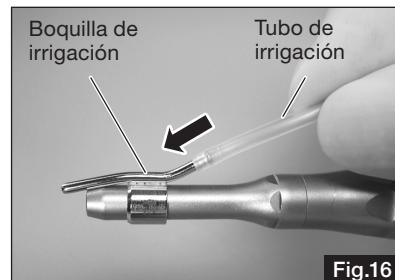

Fig.16
- 3) Monte una boquilla de irrigación para el accesorio en el otro extremo del tubo de irrigación (Fig. 16).